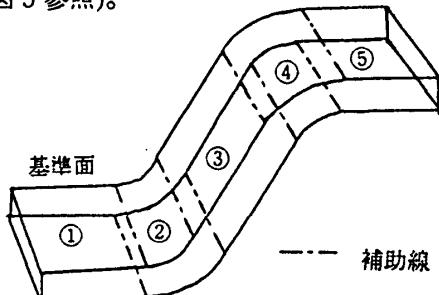

図4 展開部分の確定
(2)ワイヤーフレーム上の全ての面のうち、 $z-x$ 平面に平行な面を求め、これを基準面とする。板金物体の表を成す面は補助線を介して接している(図4)ので、基準面を始まりとした面の接続関係を調べることにより展開部分の確定ができる。図4の例では、①から⑤は補助線を介して接している。